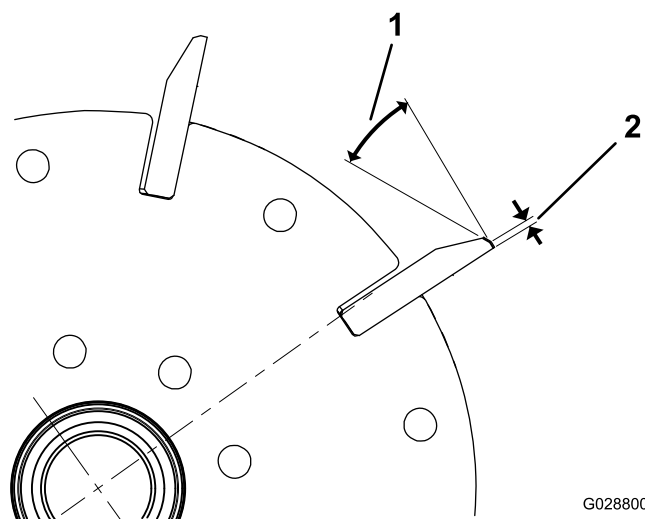
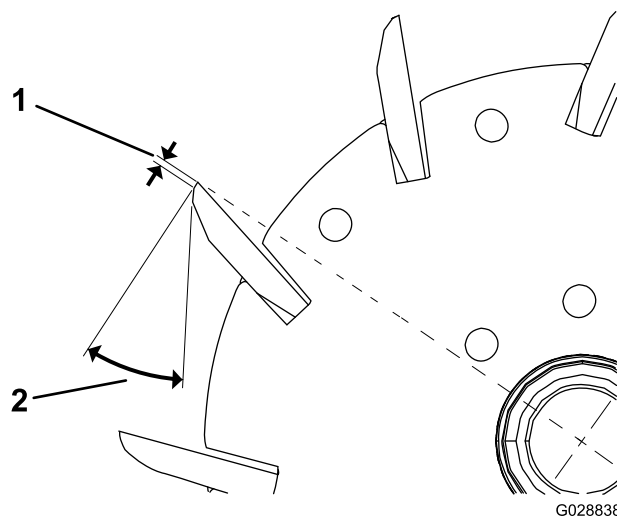

図 23
図 24
1. 全部のリール刃に 30°の角度で2番削りを行って、ランド部の幅を 1.3mm にしてください 図 23 と 図 24。